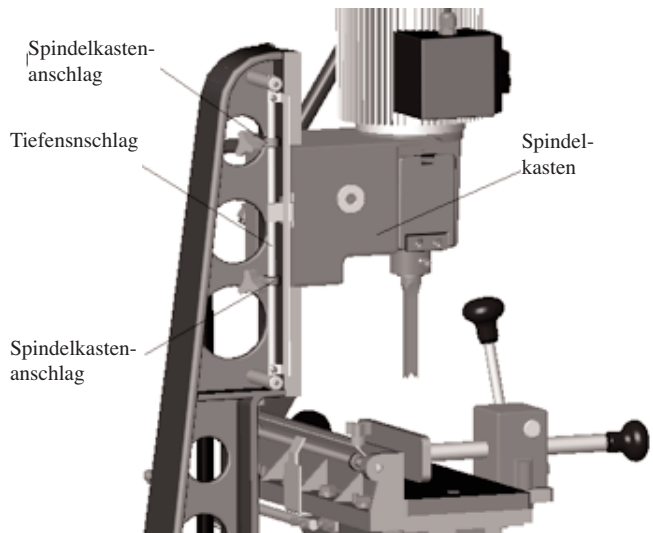

Abbildung 4
1. Stellen Sie den Tiefenanschlag gemäß der erforderlichen Schnitttiefe ein. Siehe Abb. 4.